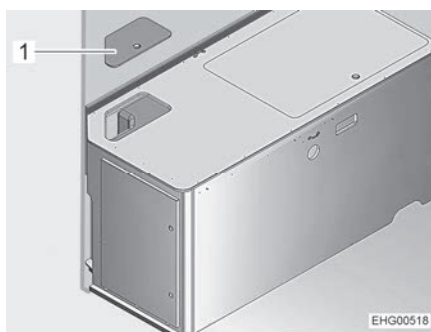

Fig. 162 Cassone letto a sinistra
- Rimuovere il coperchio di servizio (Fig. 162,1).